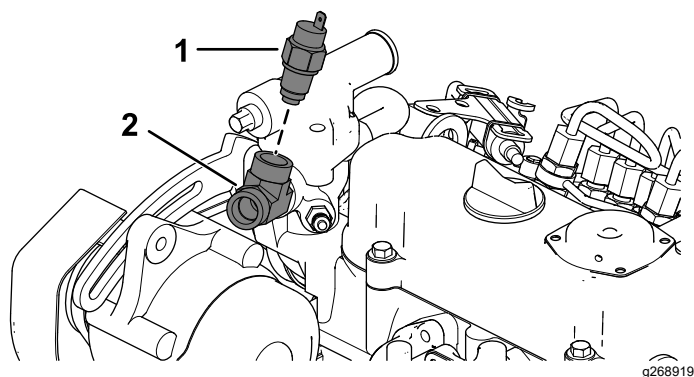

Figura 15
- B. Instale uma união em T (Figura 15).
C. Instale o interruptor de temperatura (Figura 15).